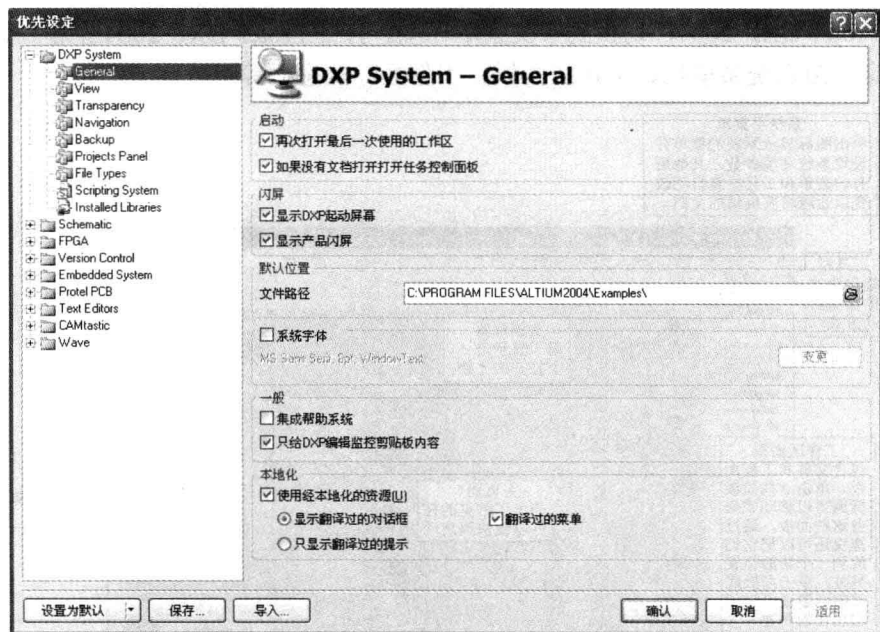

图 2-4 【优先设定】对话框
- 优先设定：选择此命令，弹出【优先设定】对话框，如图 2-4 所示。用户可以对左边选项卡一栏内相应的选项卡中的相应参数进行设置
其中，【优先设定】对话框如图 2-4 所示，用于设置的系统参数包括 9 部分：【DXP System】、【Schematic】、【FPGA】、【Version Control】、【Embedded System】、【Protel PCB】、【Text Editors】、【CAMtastic】和【Wave】。下面主要介绍【DXP System】选项，其他选项在后续章节中进行介绍。【DXP System】选项主要包含如下 9 个选项卡。